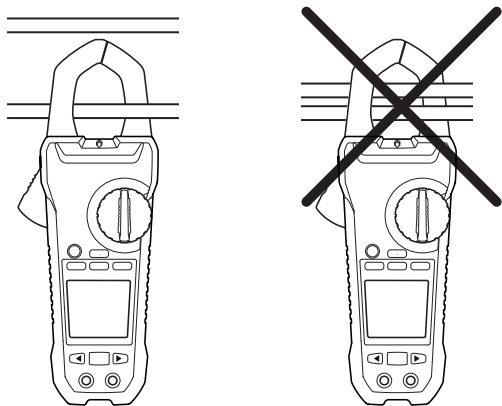

Figura 5.1 Configurazione corretta e scorretta
Se la misurazione della corrente è eseguita tramite la pinza, è necessario agganciare un solo conduttore. A tale proposito, fare riferimento alla Figura 5.1.
5. Premere il grilletto per aprire la pinza. Agganciare completamente un conduttore. A tale proposito, fare riferimento alla Figura 5.1. Per risultati ottimali, centrare il conduttore nella pinza.
3. Premere il grilletto per aprire la pinza. Agganciare completamente un conduttore. A tale proposito, fare riferimento alla Figura 5.1. Per risultati ottimali, centrare il conduttore nella pinza.